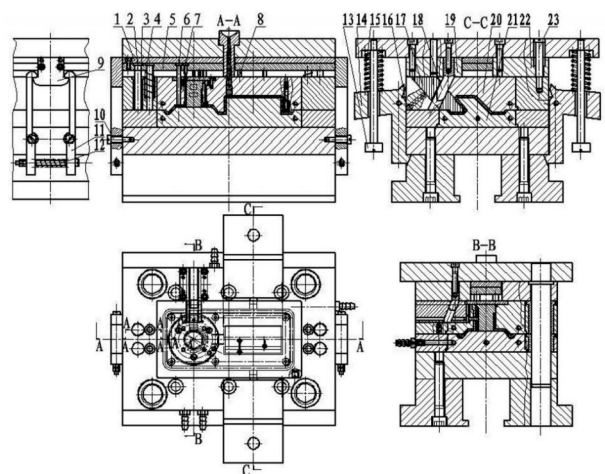

图5 手柄主体注塑模(件号名称与图4相同)
(1)注塑模的结构 如图5所示,注塑模为三板板的模架;直接浇口;中、动模型芯的内循环水冷却系统,需要采用“O”形密封圈以防止水的渗漏;如图5的B—B剖视图所示为水平抽芯机构;如图5的C—C剖视图所示为斜抽芯机构;如图5的C—C剖视图及右视图所示为定模推板顶出机构。
(3)确定定模推板顶出机构的结构 如图5所示。当动模移动的距离大于或等于制品的高度时,定模推板顶出机构的摆钩11与挂钩9接触并拉动推垫板1和推板5,推板5上的大顶杆6、小顶杆7和顶杆8的顶出将制品中模型芯16。